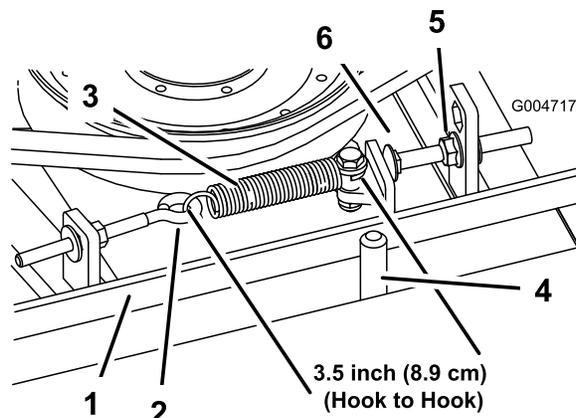

Figura 70
(misura interna). Quando la tensione della molla è giusta, regolate il bullone di arresto (bullone a testa tonda) fino ad ottenere un gioco di 3 mm + 1,5/-0 mm tra la testa del bullone ed il braccio di rinvio (Figura 70).
Nota: Verificate che la cinghia si trovi dal lato molla del guidacinghia (Figura 70).
2. Allentate il bullone ad occhio per consentire la rimozione della molla di prolunga (Figura 70).
3. Allentate il dado flangiato che fissa il bullone di arresto alla linguetta di montaggio. Allentate il dado quanto basta per consentire al braccio di rinvio di oltrepassare il bullone di arresto (Figura 70). Allontanate la puleggia tendicinghia dalla cinghia in modo da allentare la tensione della cinghia.
8. Ricollegate la molla di prolunga (Figura 70) al bullone ad occhio e tendete la cinghia come segue: